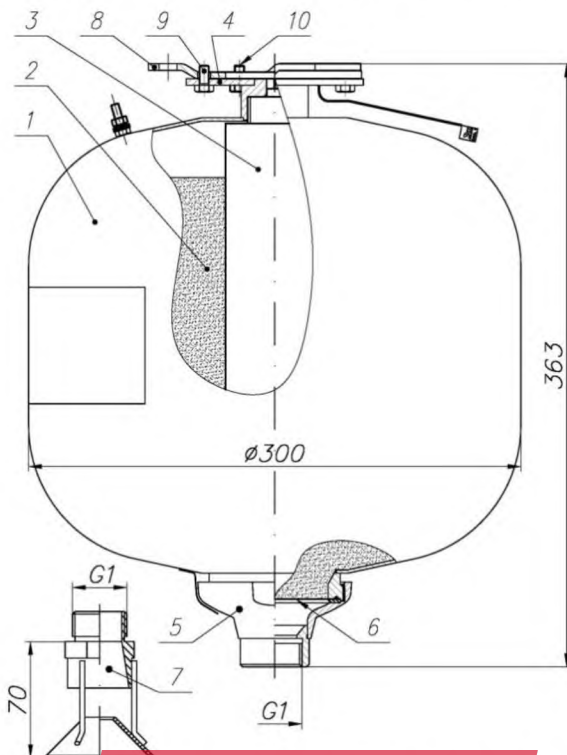

Рисунок 1 - Устройство модуля порошкового пожаротушения Буран-15КД
6.5 Соединить держатель модуля 4 (рис. 1) с кронштейном 8 так, чтобы головки болтов 10 вошли в широкие части пазов держателя модуля. После этого повернуть модуль вокруг оси до упора, болты при этом заходят в узкие части пазов и удерживают модуль в подвешенном состоянии. Зафиксировать от поворота модуль относительно кронштейна болтом 9. Затянуть болты 10.